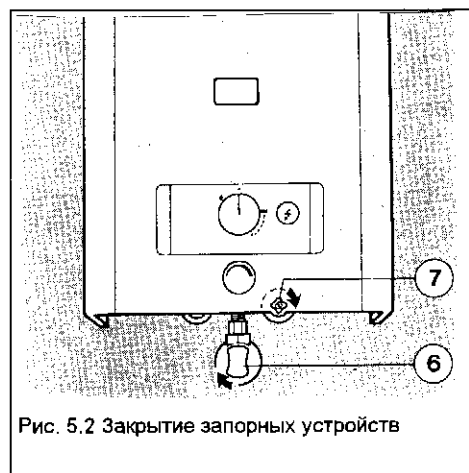

Рис. 5.2 Закрытие запорных устройств
5.2 Закрытие запорных устройств (рис. 5.2)